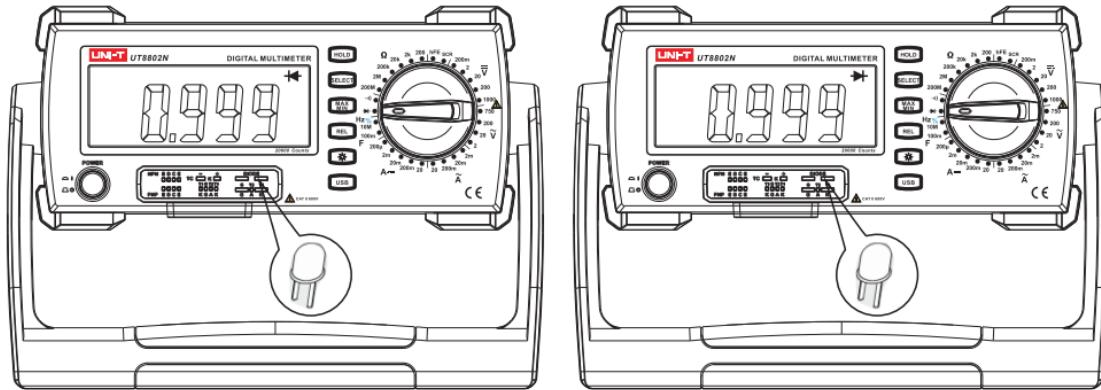

图9. 二极管(LED) 测量
- 1) 使用UT-S03A(Muti-Function Socket)插到台式机正确的位置:如图9